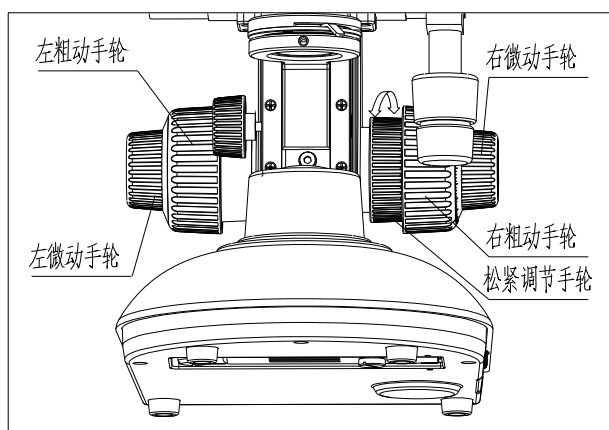

图4 粗微动手轮与松紧调节手轮
2.5 调焦(参见图4)
2.6 松紧调节手轮的使用(参见图4)